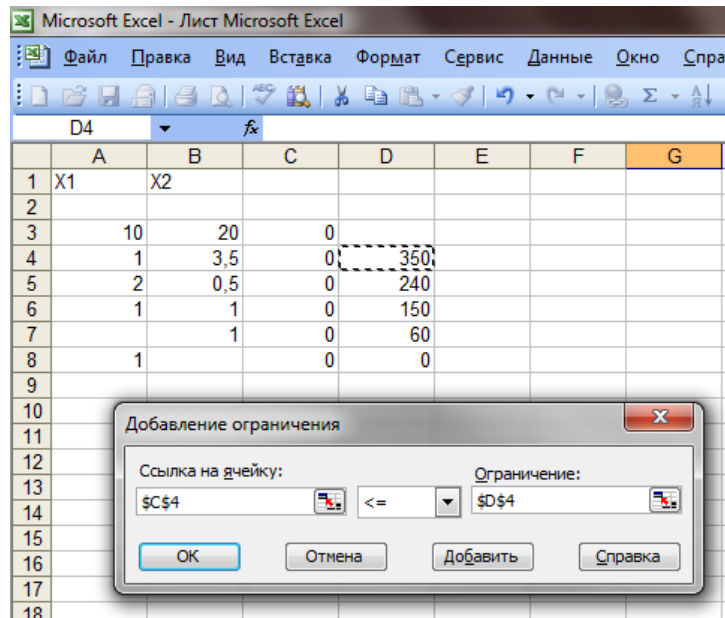

Рисунок 9 - Добавление ограничения
- В строке «Ограничение» ввести адрес $\$D\4 (рис. 9)